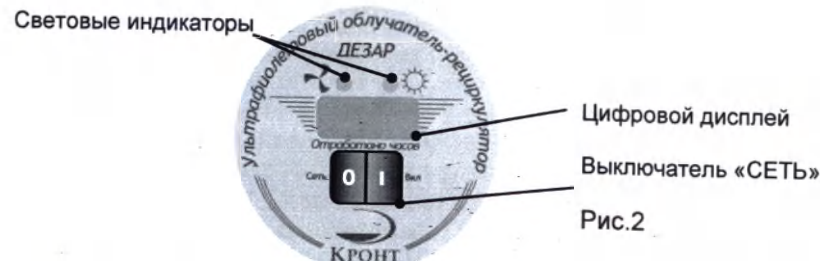

Рис.2
- 6.10. Световые индикаторы, расположенные на панели управления, контролируют поступление напряжения питания на лампы и вентиляторы. При отсутствии напряжения индикаторы гаснут (рис. 2).